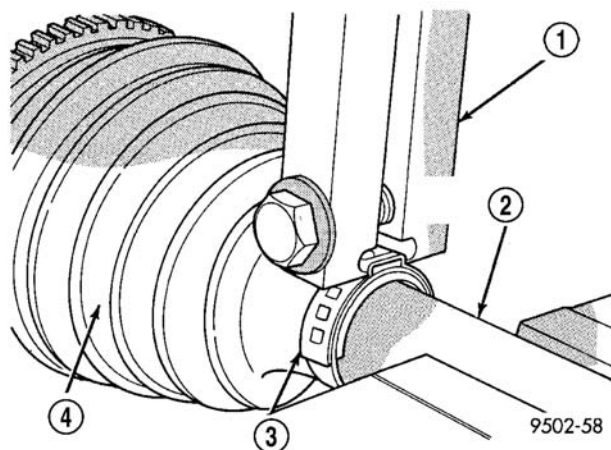

图 20 安装在密封套卡箍上的卷边工具—典型型式
(6) 将内等速万向节密封套至连接轴的卡箍均匀地装到密封套上。
(7) 把卷边工具 C-4975-A 置于卡箍的桥上方 (图 20)。